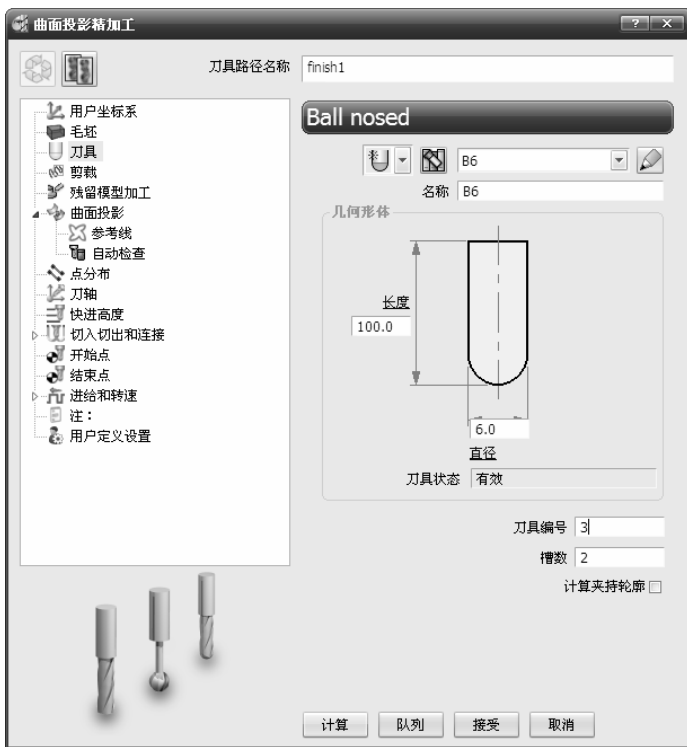

图 5-30 “曲面投影精加工”对话框
2) 在弹出的“曲面投影精加工”对话框中设置相关参数，如图 5-30 所示。